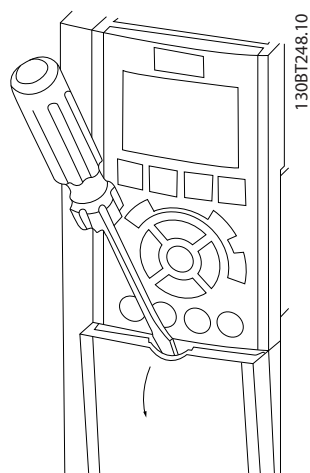

Ilustración 2.9 Acceso al cableado de control de las protecciones A2, A3, B3, B4, C3 y C4
- Retire la placa de cubierta de acceso con un destornillador. Consulte *Ilustración 2.9*.